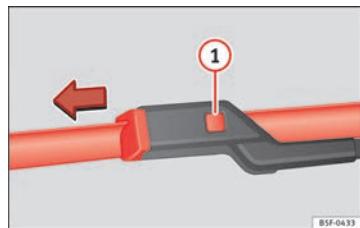

Fig. 73 Cambio de las escobillas del limpiaparabrisas.
- Mantenga presionada la tecla de desbloqueo ⇒ fig. 73 ① y tire a su vez ligeramente de la escobilla en el sentido que indica la flecha.